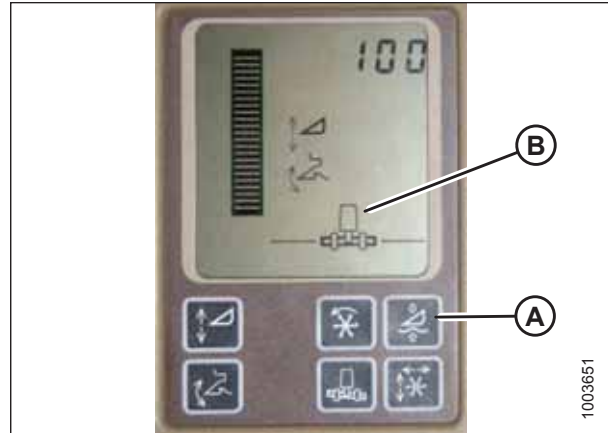

Figure 4.68: Affichage des moissonneuses-batteuses John Deere
N'utilisez **PAS** la fonction de flottement de plateforme active (A) en combinaison avec le contrôle de hauteur automatique de la plateforme (CHAP) MacDon — les deux systèmes vont se neutraliser l'un l'autre. Le symbole de la plateforme (B) sur l'écran ne doit **PAS** être souligné d'une ligne ondulée et doit apparaître exactement comme indiqué dans l'affichage de la commande de la plateforme active à la figure 4.68, page 134.